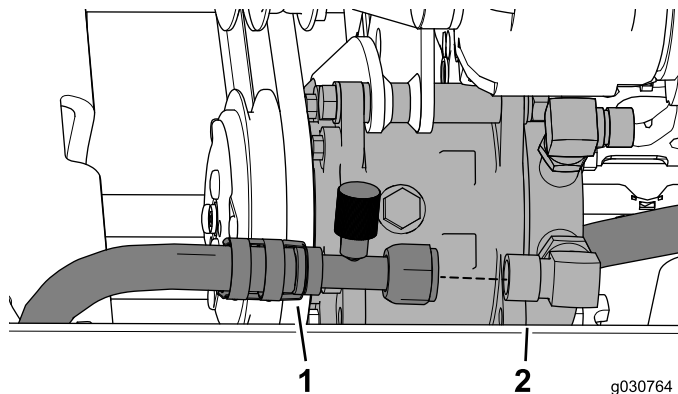

Figure 42
1. Branchez le flexible basse pression de la climatisation (7/8 po) entre la cabine et le raccord à angle droit (7/8 po), comme montré à la Figure 42.